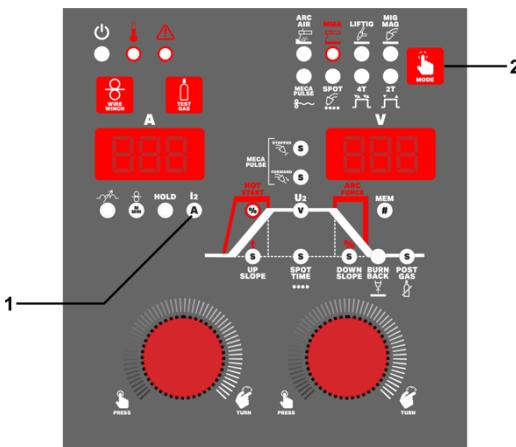

Fig 14.
- Appuyez sur le bouton 2 (Fig. 14) jusqu'à ce que l'indicateur ARC AIR s'allume.